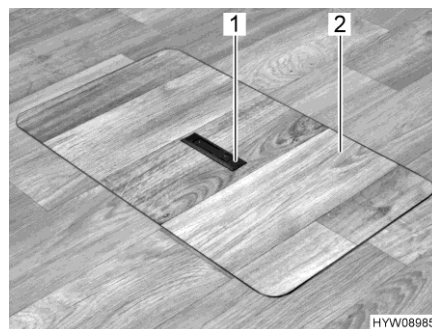
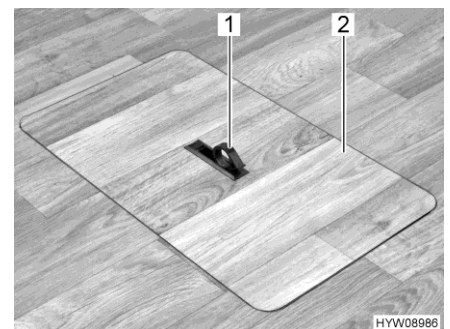

Bild 52 Servicelucka (handtag sänkt)
Bild 53 Servicelucka (handtag utsvängt)
- Tryck nedåt på ena sidan av gripplattan (Bild 52,1). Handtaget (Bild 53,1) svängs upp.
- Lyft serviceluckan (Bild 53,2) uppåt.
- Placera serviceluckan (Bild 53,2) i ramen i golvet.